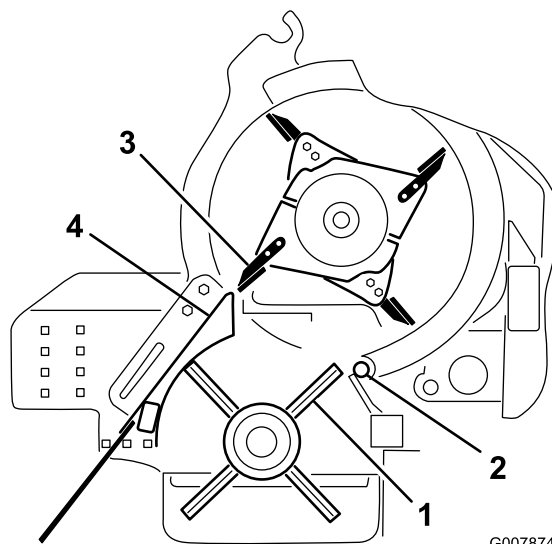

Figure 58
4. Tournez la poulie de la brosse jusqu'à ce qu'une rangée soit alignée sur le coin rotatif (Figure 58).
5. Tournez le hacheur jusqu'à ce que la pointe de la lame soit alignée sur l'extérieur du carter de brosse (Figure 58).